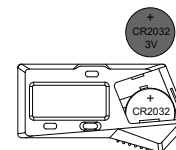

fig.2
- Coloque la pila CR2032 en el compartimento de la pila, el lado positivo de la pila (+) debe mirar hacia fuera (fig.2).